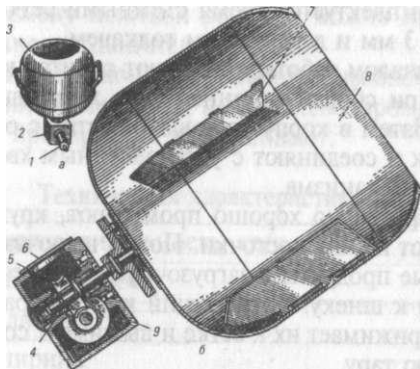

Рис. 2-10. Сменный механизм MC25-200.
**Сменный механизм МС25-200 (рис. 2.10) для перемешивания салатов и винегретов.** Сменный механизм предназначен для перемешивания компонентов салатов и винегретов. Он состоит: из рабочей камеры (бачка) и червячного редуктора. Соединение бачка и редуктора осуществляется при помощи двух фланцев.